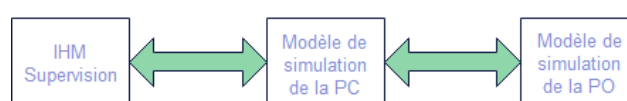

Figure 2 - Structure d'un système automatisé à base de modèles de simulation.
Dans le contexte de l'industrie 4.0, la partie opérative et/ou la partie commande réelle(s) peuvent être remplacées par des modèles virtuels issus de modèles numériques et/ou de simulation (figure 2).
Nous considérons la ligne de production de «Fischertechnik Learning Factory 4.0» et l'automate SIEMENS SIMATIC S7-1500 avec CPU1512SP. Il s'agit de concevoir les trois parties d'un système automatisé en utilisant la structure à base de modèles de simulation de la figure 2.
1. Spécifier les liaisons entre la partie opérative (votre ligne de production), la partie commande (Siemens S71500) et votre IHM selon le schéma de la figure 2.